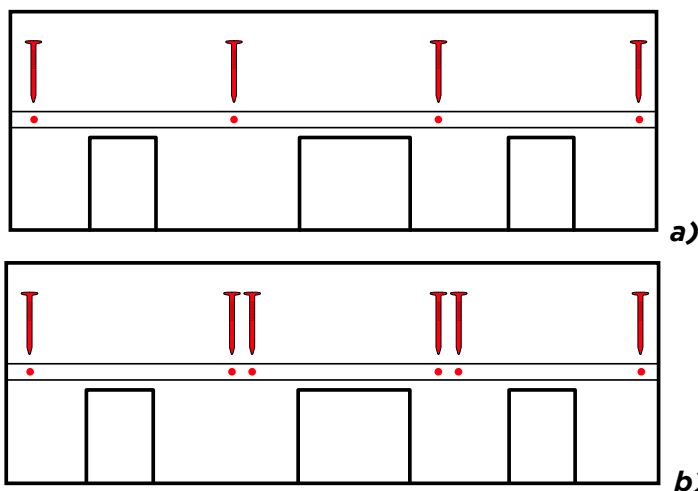

**Fig. 6** - Start Line SA
- Come fila di partenza, utilizzare la Start Line SA: una fascia di membrana bituminosa autoadesiva con superficie granigliata, alta 33 cm, a cui rimuovere il film posteriore protettivo per la posa - Fig. 6;